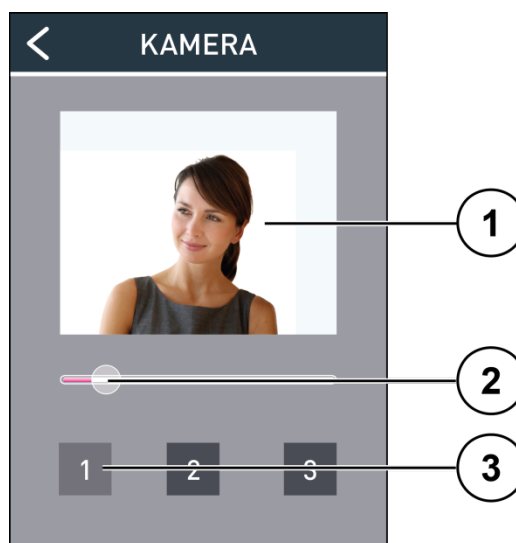

Abb. 14: Kamera
- Im Menü *Kamera* wird das *Live-Bild* (1) der Kamera angezeigt (Abb. 14).
- ▶ Tippen Sie auf einen Kamera-Button (3).
- ▶ Schieben Sie den Zoomregler (2) nach rechts, um das Kamerabild zu vergrößern bzw. nach links, um das Kamerabild zu verkleinern.
- ▶ Tippen Sie auf den Kamera-Button (3) bis ein Quittungston ertönt. Der Erfassungsbereich ist gespeichert.